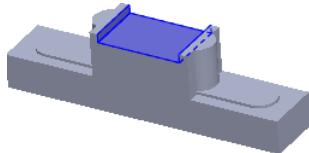
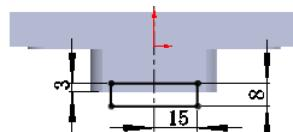

图 5.39.8 切除-拉伸 1
图 5.39.9 横断面草图（四）
Step5. 创建图 5.39.8 所示的特征切除-拉伸 1。横断面草图如图 5.39.9 所示。